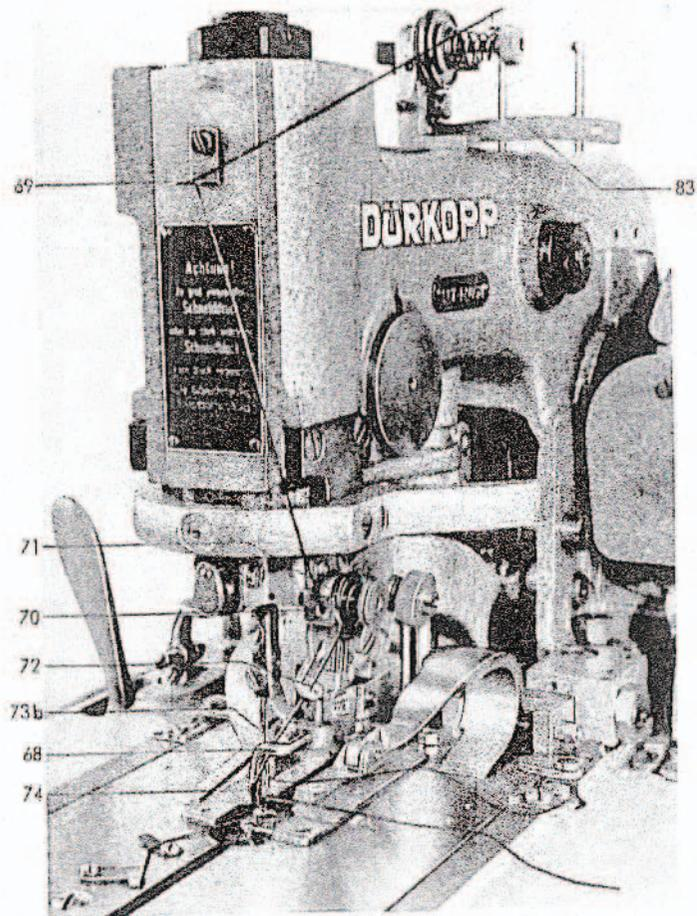

Abb. 20c
2. nach unten durch die Bohrung im Führungswinkel 69 (Abb. 20c) und weiter von vorn nach hinten durch die Bohrung im Führungswinkel 70;